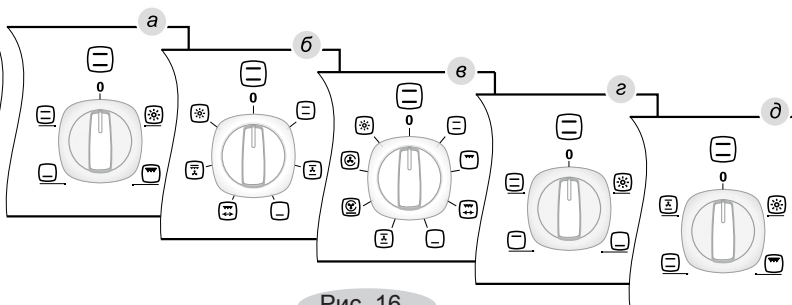

Рис. 16
- ручкой режимов работы устанавливается необходимый способ приготовления (в зависимости от модели может быть вариант а, б, в, г или д (рис. 16);